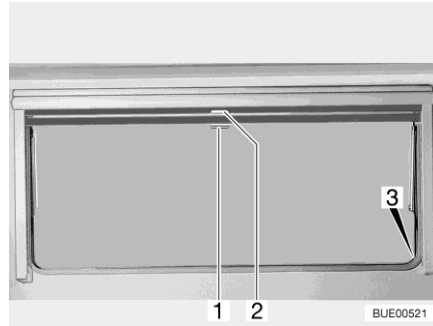

Fig. 101 Ventana abatible
- Tirar del tirador (Fig. 101,2) de la persiana oscurecedora enrollable hacia abajo. Cuando la persiana oscurecedora enrollable se cierre por completo, encajarla en el bloqueo (Fig. 101,3) a ambos lados del marco de la ventana.
- Cuando la persiana oscurecedora enrollable está completamente cerrada: Presionar el tirador (Fig. 101,2) hacia abajo y tirarlo ligeramente hacia dentro. Desenganchar la persiana oscurecedora enrollable de los bloqueos a izquierda y derecha del marco de la ventana.
- Cuando la persiana oscurecedora enrollable se encuentre en una posición intermedia: Tirar ligeramente del tirador (Fig. 101,2) hacia abajo, hasta que se hay soltado el bloqueo.
- Tirar la mosquitera enrollable hacia abajo por el tirador (Fig. 101,1) y engancharla en el bloqueo (Fig. 101,3) a ambos lados del marco de la ventana.
- Presionar el tirador (Fig. 101,1) hacia abajo y tirarlo ligeramente hacia dentro. Desenganchar la mosquitera enrollable de los bloqueos a izquierda y derecha del marco de la ventana.